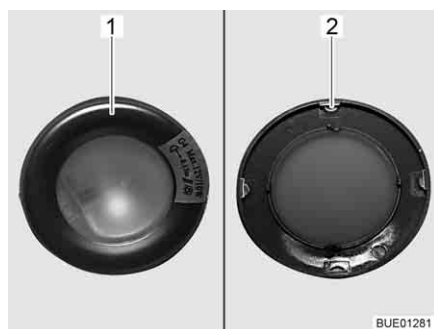

Fig. 276 Lampada alogena a incasso
La lampada alogena (Fig. 276) è incassata.
- Ruotare lentamente il diaframma (Fig. 276,1) fino a che i suoi naselli (Fig. 276,2) si inseriscono nelle sottostanti scanalature dell'alloggiamento.